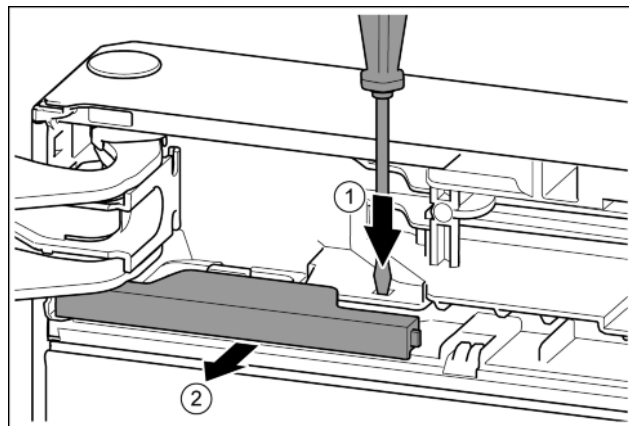

Fig. 8
- ▶ Plochým šroubovákem lamelu přitlačte. Fig. 8 (1)
- ▶ Kryt vytáhněte ze zářezky. Fig. 8 (2)